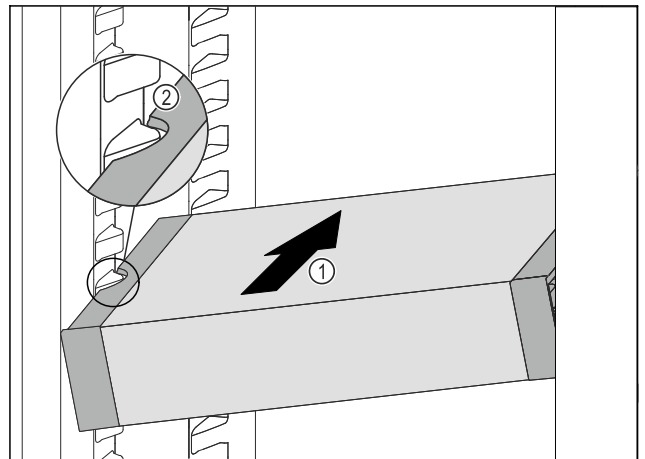

Fig. 93
- ▶ Skyv VarioSafe skrått inn i kjøleskapsdelen Fig. 93 (1), til utsparingene på sidene av Fig. 93 (2) VarioSafeser på nivå med rillene i kjøleskapet.